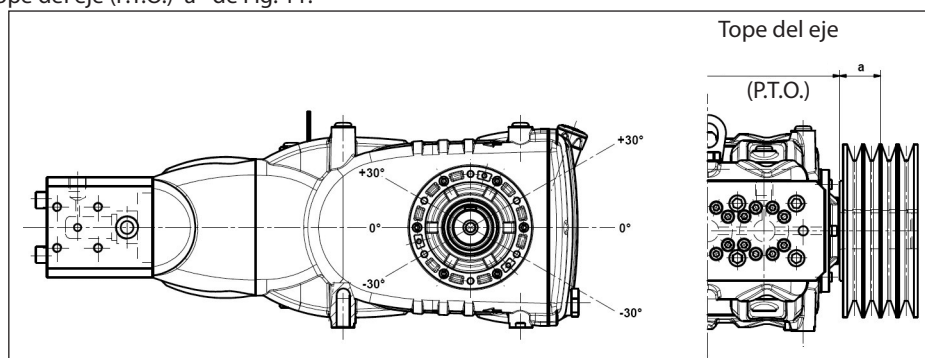

Fig. 11
La carga radial sobre el eje no debe ser superior a 7500 N (valor necesario para definir el Layout). La transmisión es considerada adecuada si tal carga es aplicada a una distancia máxima $a = 40$ mm del tope del eje (P.T.O) como se indica en la Fig. 11.
- b) Utilizar correas de alto rendimiento – por ejemplo **XPB** en lugar de **SPB** – ya que resultará necesario una cantidad inferior de correas en paridad de potencia transmitida y una consecuente distancia inferior de la resultante con respecto al tope del eje (P.T.O.) "a" de Fig. 11.
- e) Seguir la dirección del tiro de la correa como se indica en la Fig. 11 para exigencias diferentes ponerse en contacto con **la Oficina Técnica o Servicio de Asistencia al Cliente**.